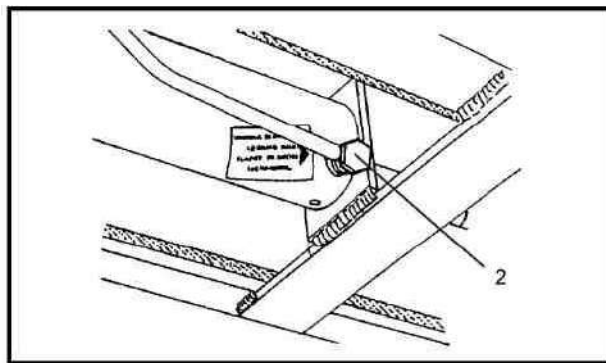

Рис.21
- Если разрушается один или более шлангов гидравлической системы, срабатывает блокировочный клапан цилиндра (2, Рис. 21).